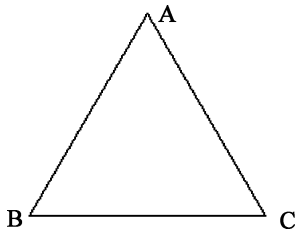

图 15-88 绘制等边三角形
(1) 单击“默认”选项卡“绘图”面板中的“多边形”按钮, 绘制一个等边三角形, 将内接圆的半径设置为 5, 如图 15-88 所示。